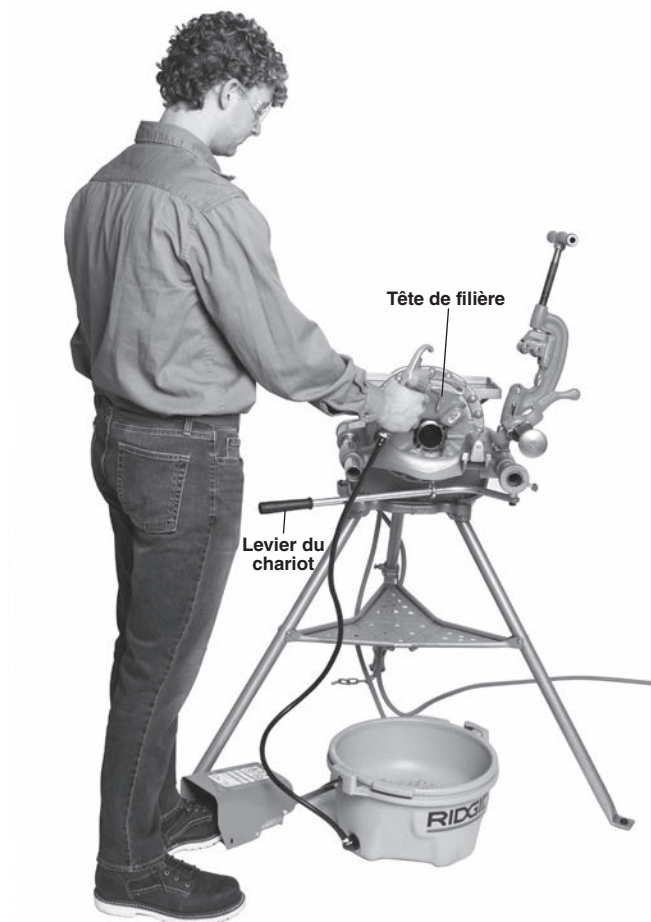

Figure 23 – Utilisation des têtes de filières et position de travail approprié
6. Servez-vous du levier du chariot pour amener la tête de filière contre l'extrémité du tuyau (Figure 23). Appuyez légèrement sur le levier du chariot pour engager la tête de filière sur le tuyau. Dès que la tête de filetage aura entamé le filetage, il ne sera plus nécessaire d'appuyer sur le levier du chariot.